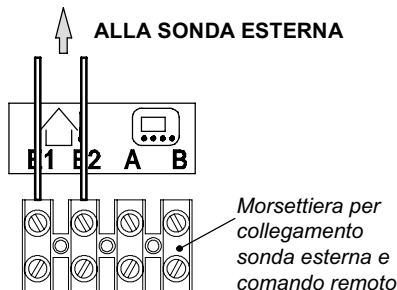

Figura 5.26
- Collegare ai morsetti **E1** e **E2** della morsettiere i due conduttori elettrici come indicato in Figura 5.26